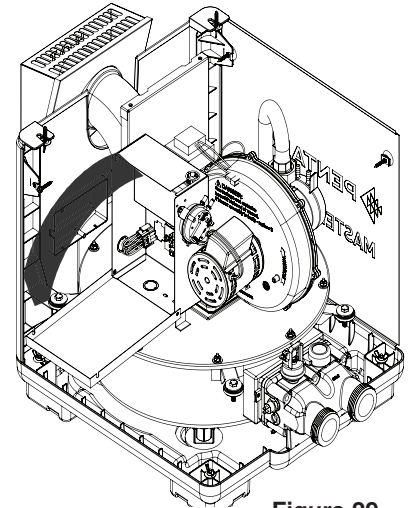

Figure 29.
3. Ouvrir le couvercle de la boîte de commande (voir la figure 29).